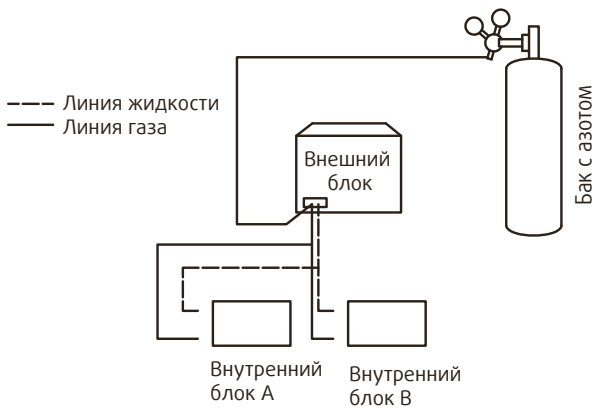

Рисунок 5.14
4. Используйте глухие заглушки, чтобы перекрыть все боковые отверстия для жидкости (газа), за исключением отверстия во внутреннем блоке, которое находится дальше всего от наружных блоков ("Внутренний блок А" в Рисунок 5.14).